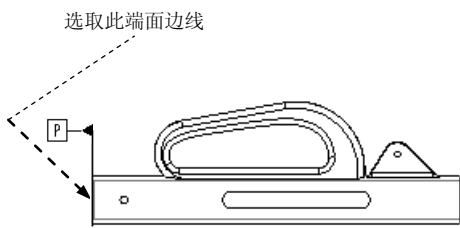

图 10.7.4 创建基准面
下面将在模型 body 的工程图中创建图 10.7.4 所示的基准 P，以此说明在工程图模块中创建基准面的一般操作过程：
- (1) 在“基准”对话框的“名称”文本栏中输入基准名 P。
- (2) 单击该对话框的  按钮，然后选择图 10.7.4 所示的端面边线。